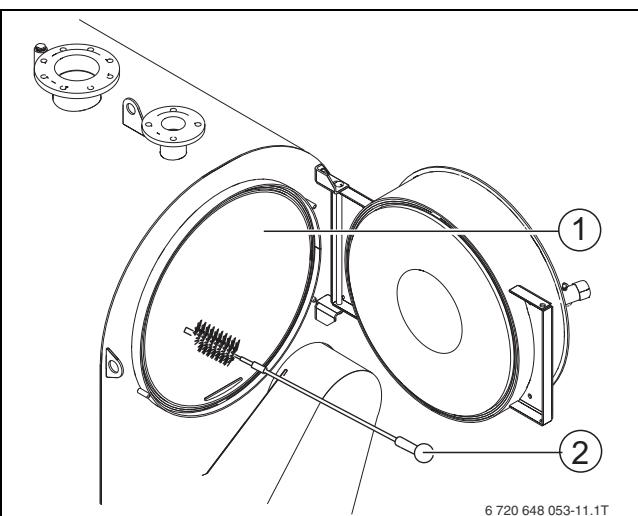
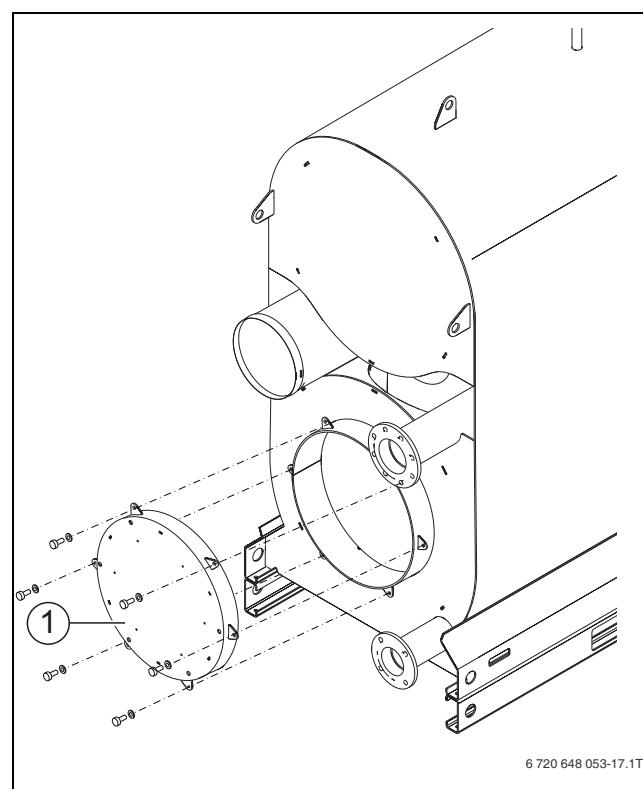

Рис. 31 Чистка поверхностей нагрева
Рис. 32 Снятие крышки обортной камеры
- ▶ Очистите поверхности нагрева камеры сгорания (→ рис. 31, [1]) щётками [2].
- ▶ Удалите нагар из камеры сгорания (→ рис. 31, [1], стр. 31), газоотводящих каналов и обратной камеры (→ рис. 32,[1]).